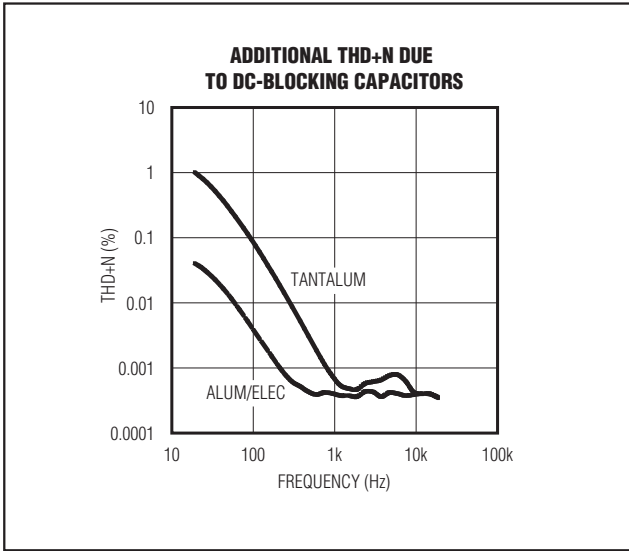

图4. 隔直电容造成的失真
- 2) 考虑到电容的电压系数，电容两端的电压变化会导致电容容量的变化，从而造成音频信号的失真。在-3dB频点附近，容抗起主导作用，电压系数随频率的变化产生不同的失真。图4给出了两种不同电介质电容引入的THD+N。注意，在-3dB频点附近，THD+N有明显的增长。